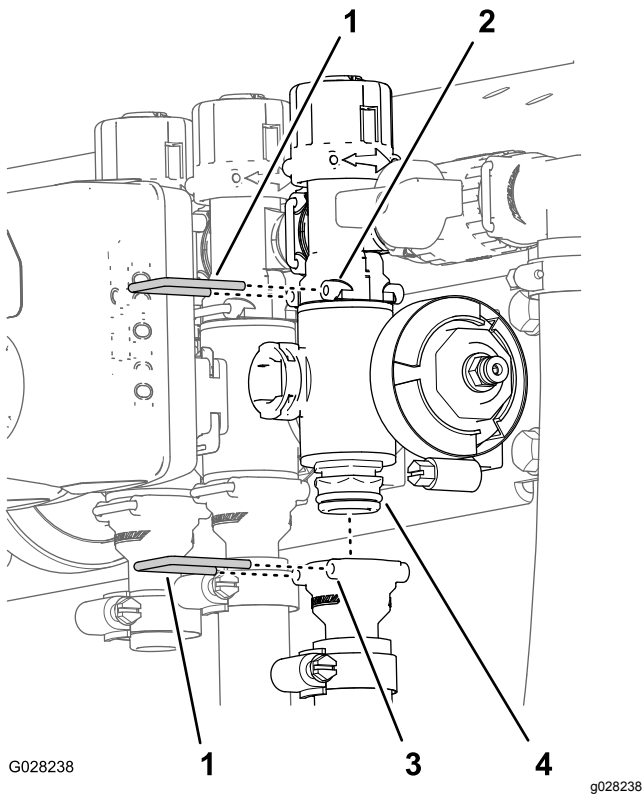

Figure 90
2. Retirez les étriers qui fixent le raccord de sortie au collecteur de vanne de section et le collecteur de vanne au raccord de dérivation (Figure 90).